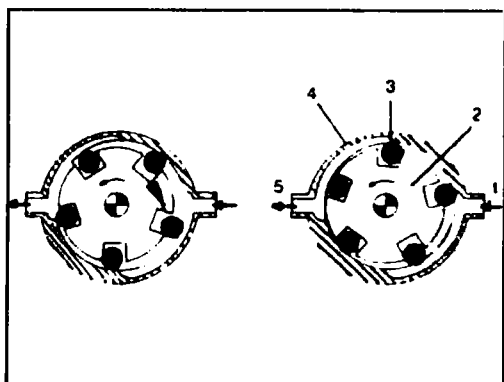
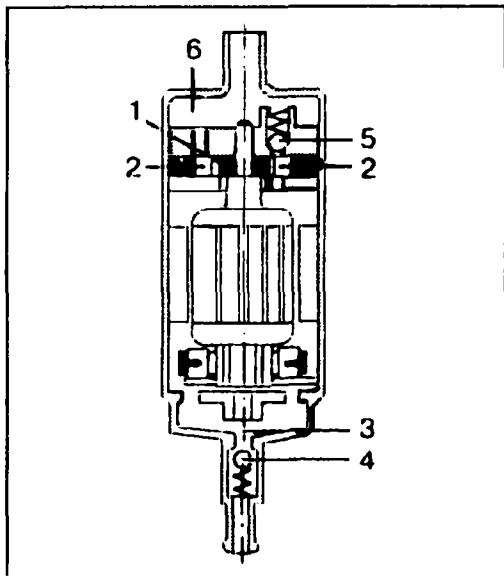

Рис. 4.21 Принцип действия топливного насоса
Рис. 4.22 Устройство топливного насоса — типовой конструкции
Роликово-камерный топливный насос погружного типа, совмещен с датчиком уровня топлива с электроприводом и возбуждением от постоянных магнитов (см рис. 4.22), подает топливо из бака к фильтру под давлением около 2.5 бар (0.25 МПа). В корпусе насоса находится эксцентриковый дисковый ротор (2) (см. рис. 4.21).
Топливо поступает в пустые камеры и сжимается в топливопроводах (см. рис. 4.22). Возвратный клапан (4) предотвращает возврат топлива в топливный бак, когда двигатель выключен.